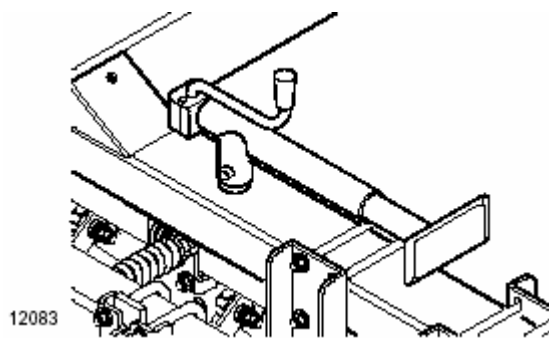

Рисунок 1-2
5. Переведите домкрат из положения сбоку хвостовика сцепки в положение на укосине рамы. См. Рисунок 1-2.